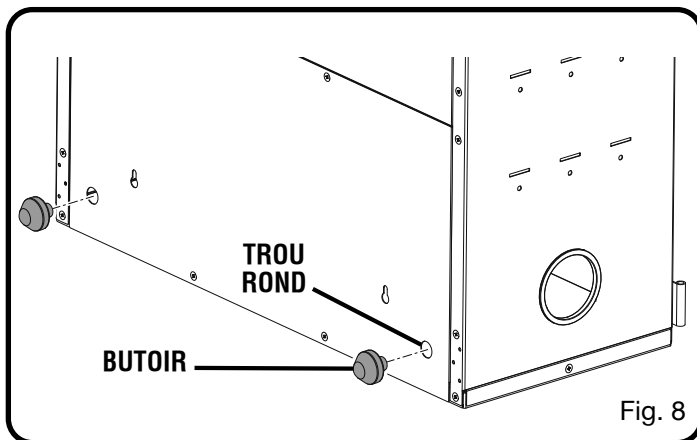

Fig. 8
- En cas de montage sur rail mural, insérer les butoirs (2) dans les trous ronds du panneau arrière inférieur de l'armoire comme il est illustré à la figure 8.